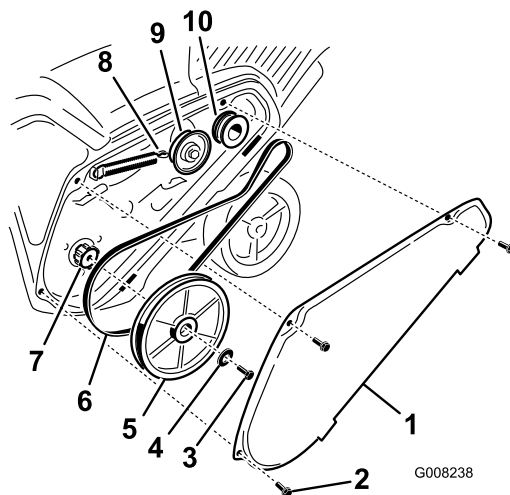

Figure 37
1. Enlevez le couvercle de la courroie d'entraînement après avoir retiré les 3 boulons comme illustré (Figure 37).
2. Décrochez le ressort de frein du bras de la poulie de tension pour détendre la courroie (Figure 37).
3. Enlevez la vis et la rondelle bombée qui retiennent la poulie de rotor (Figure 37).
4. Retirez la poulie de rotor et la courroie d'entraînement (Figure 37).
**Remarque:** Acheminez la courroie neuve autour de la poulie du moteur, puis de la poulie de tension, et enfin autour de la poulie de rotor desserrée, située juste au-dessus de l'arbre de rotor (Figure 37).
6. Montez la poulie de rotor sur l'arbre de rotor (Figure 37).
7. Montez la rondelle bombée et le boulon de fixation de la poulie de rotor, et serrez-les solidement (Figure 37).